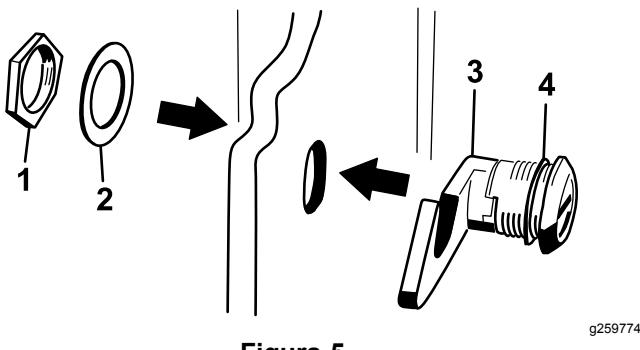

Figura 5
3. Retire la tuerca del conjunto de cierre del capó (Figura 5).
4. Desde fuera del capó, introduzca el enganche del cierre a través del taladro del capó y asegúrese de que la junta de goma queda en el exterior del capó (**Figura 5**).